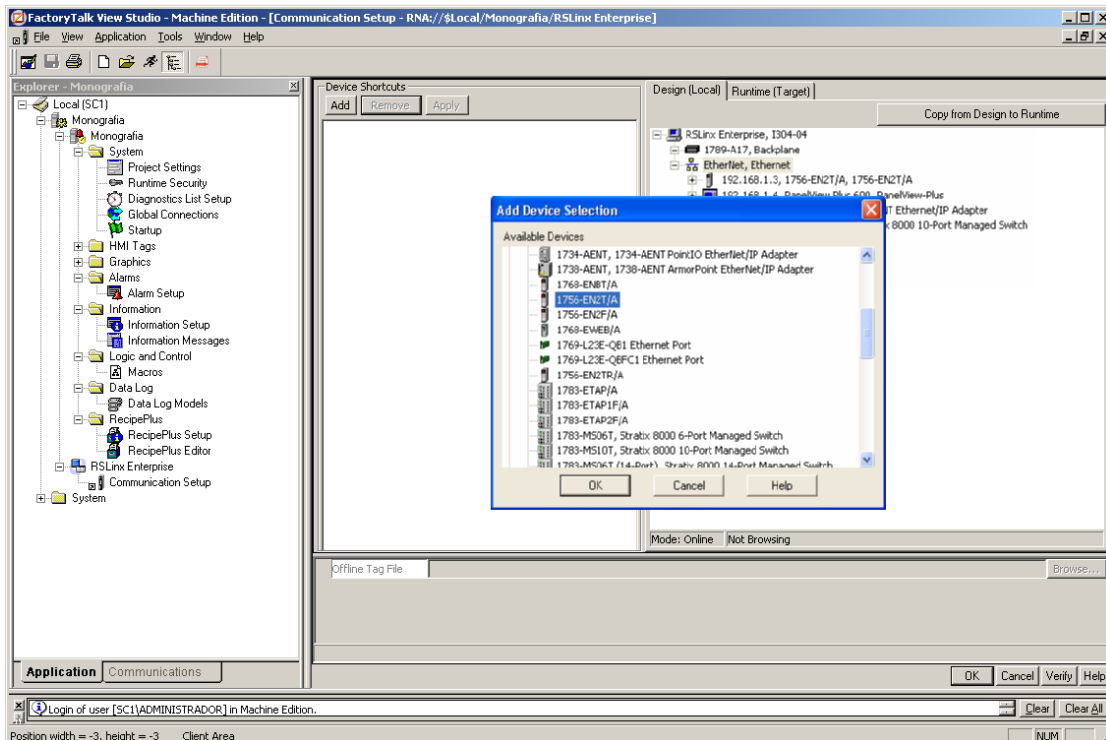

Figura 41. Selección del Módulo Ethernet 1756-EN2T. [4]
a) Se ubica el Módulo Ethernet 1756-EN2T. (Ver Figura 41)